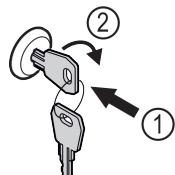

Fig. 170
- ▶ Ispauskite raktą Fig. 170 (1).
- ▶ Pasukite raktą 90° pagal laikrodžio rodyklę Fig. 170 (2).